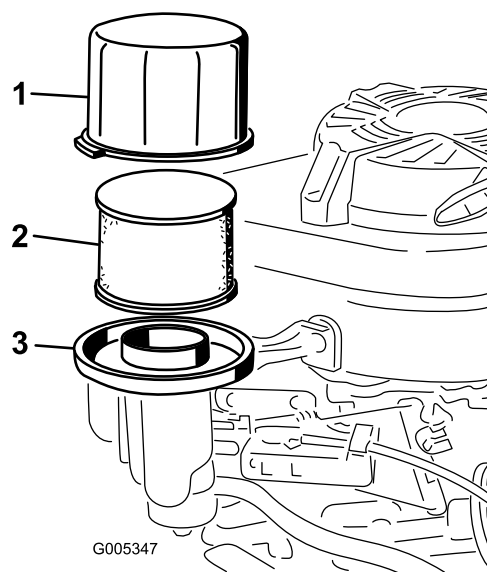

Figura 22
2. Togliete il coperchio e pulitelo accuratamente (Figura 22).
3. Rimuovete il prefiltro in schiuma sintetica e il filtro dell'aria di carta dalla base del filtro dell'aria (Figura 22).